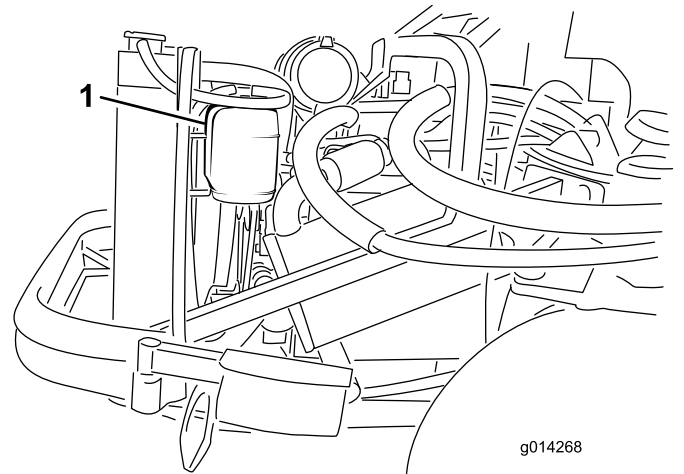

Figura 43
1. Controllate il livello di refrigerante nel serbatoio di espansione (Figura 43). Il livello di refrigerante deve essere compreso tra i segni previsti sul lato del serbatoio.